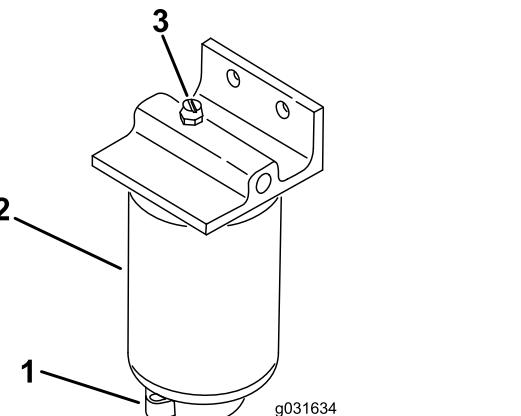

Figura 49
2. Liberte a válvula de escoamento que se encontra na zona inferior do filtro (Figura 49).
1. Limpe a zona de montagem do filtro (Figura 49).